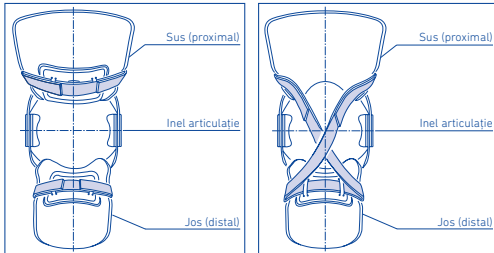

Fig. 3: Sertar anterior
- Cele două pernițe pentru fosa poplitee (fig.3) creează un sistem în 4 puncte, de ex. în caz de instabilitate anterioară (sertar).